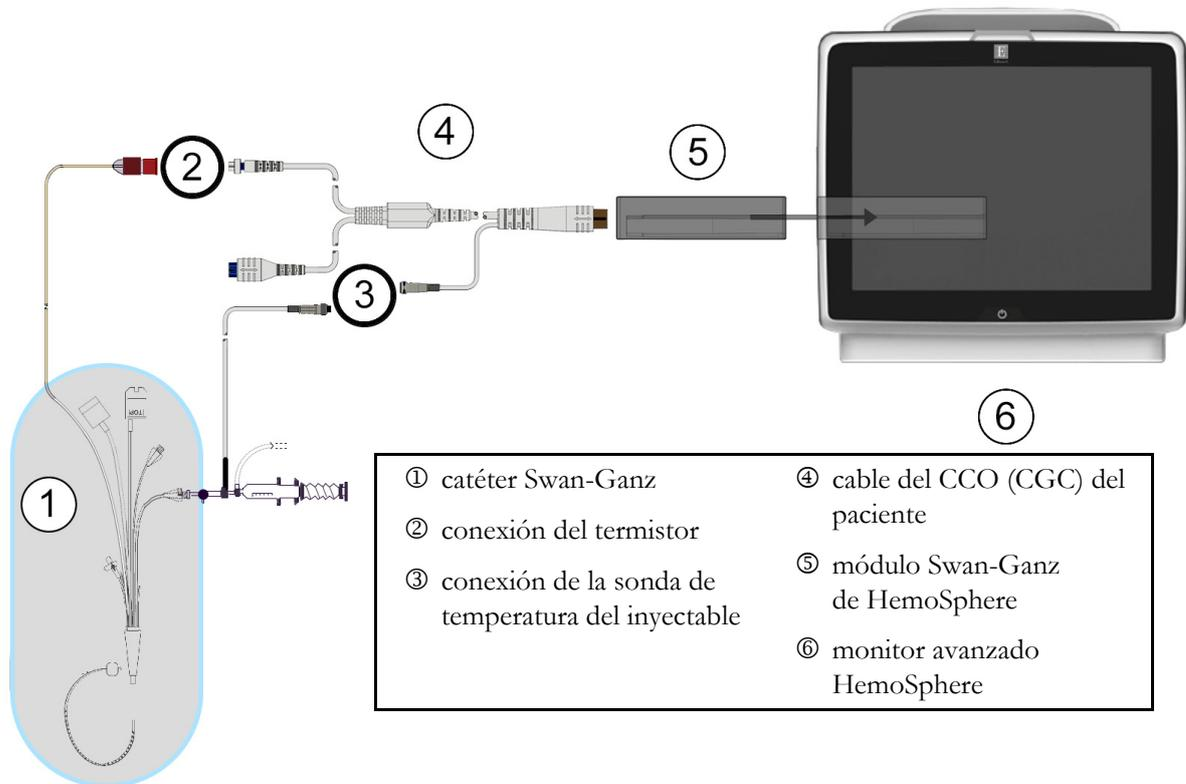

Figura 9-5 Descripción general de la conexión del GCi
- 2 Acople el extremo del catéter del cable del CCO (CGC) del paciente al conector del termistor del catéter de monitorización del GCi de Swan-Ganz, como se muestra en ②, en la figura 9-5.
Una sonda de temperatura del inyectable detecta la temperatura de este. La sonda seleccionada se conecta al cable del CCO (CGC) del paciente (figura 9-5). Puede usarse cualquiera de las dos sondas:
Conecte la sonda de temperatura del inyectable (en línea o de baño) al conector de la sonda de temperatura del inyectable del cable del CCO (CGC) del paciente mostrado en ③, en la figura 9-5.